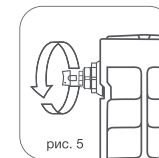

рис. 5
- 8.4. Для удаления воздуха из радиатора в верхней коллектор обязательна установка крана Маевского или автоматического воздухоотводчика. Для удаления воздуха через кран Маевского необходимо периодически (несколько раз в год) вручную стравливать его с помощью специального ключа\* (рис. 5)